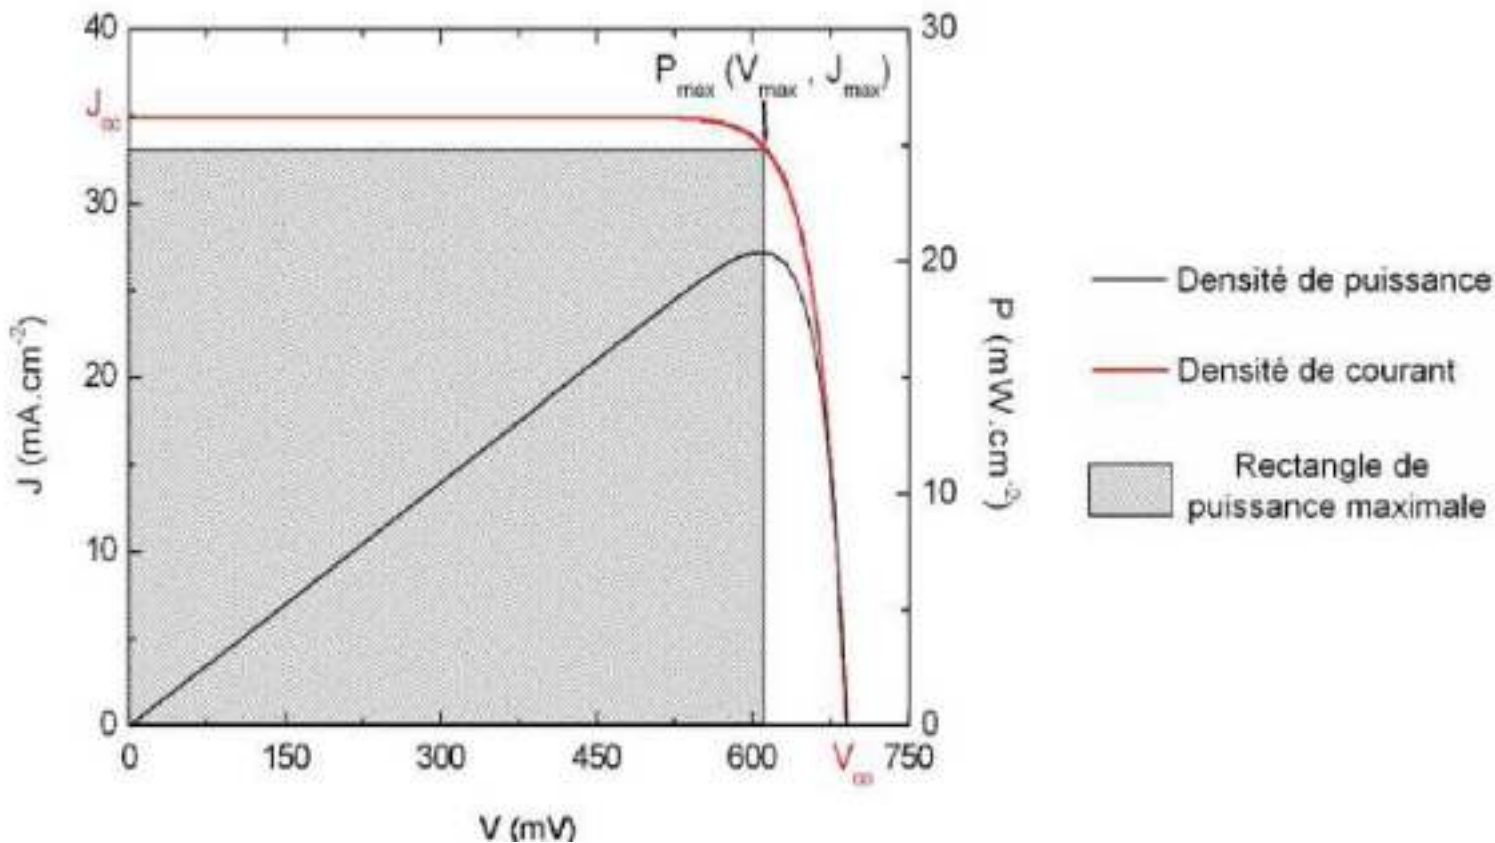

Figure 2: Caractéristique d'une cellule solaire
**FF** : Facteur de forme. C'est le rapport entre la puissance maximale fournie par la cellule sur le produit  $I_{sc}V_{oc}$ . (figure 2).